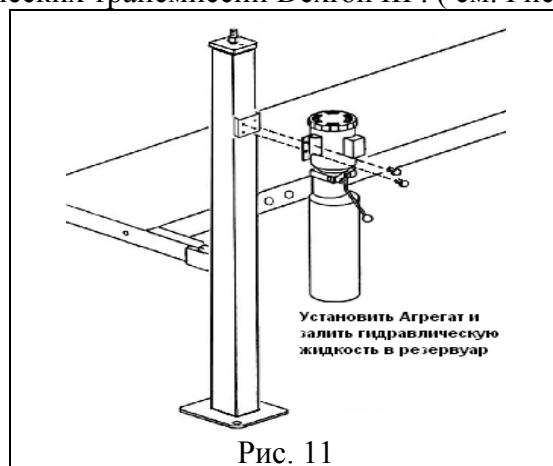

Рис. 11
1. Закрепить агрегат и кронштейн воздушного клапана на кронштейне стойки, используя 5/16" x 3/4" болт с гайками с нейлоновыми вставками. Заполнить резервуар гидравлическим маслом 10-WT или жидкостью для автоматических трансмиссий Dexron III . ( см. Рис.11 )